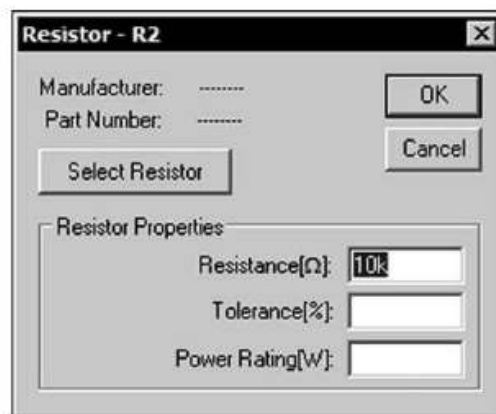

Figure 5.1
1. **Resistor.** Pour ouvrir cette fenêtre, *cliquez droit sur le corps du composant*, ce qui ouvre la fenêtre suivante, figure 5.1.